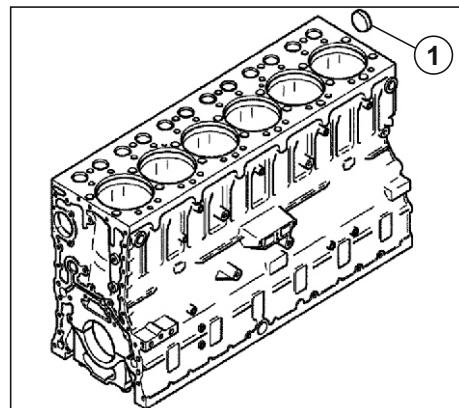

Рис. 43. Снятие заглушки.
1. При необходимости снять заглушку (1) (см. Рис. 43).